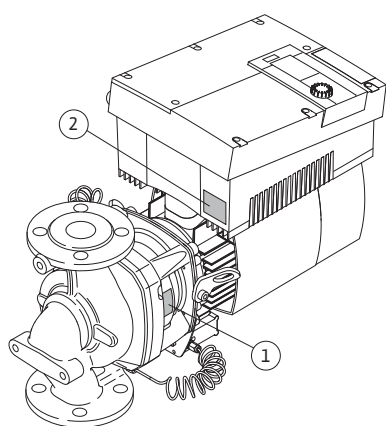

Fig. 11: Collocazione delle targhette dati:
- La targhetta dati pompa (fig. 11, pos. 1) contiene il numero di serie (Ser.-No.../...), che è necessario ad es. per l'ordinazione delle parti di ricambio.
- La targhetta dati modulo elettronico (modulo elettronico = inverter o convertitore di frequenza) (fig. 11, pos. 2) indicata la denominazione del modulo elettronico utilizzato.